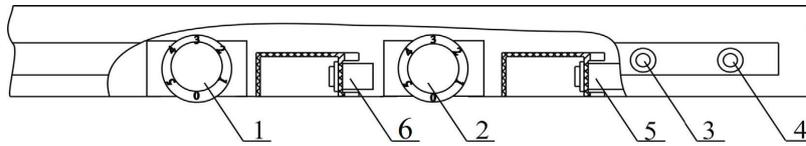

Рис. 2 Схема расположения приборов управления и индикации
6.1 Включение и отключение холодильника производится штепсельной вилкой сетевого шнура (не рекомендуется тянуть за сетевой шнур). Загоревшаяся зеленая лампа 4 (рис.2) на панели свидетельствует о том, что холодильник включен в электросеть. Индикаторная лампа загорается в течение 10 секунд. Повторное включение холодильника в электросеть следует производить не ранее чем через пять минут после его принудительного отключения.
6.2 Температурный режим в камерах устанавливается путем поворота ручек терморегуляторов, расположенных на передней панели холодильника-морозильника (рис.2), где:
После загрузки продуктами для замораживания переведите переключатель 5 (рис.2) в режим замораживания. При этом на панели загорается индикаторная лампа 3 (рис.2). Через 24 часа после загрузки последней партии продуктов переведите холодильник-морозильник в режим хранения, нажав клавишу переключателя 5 (рис.2) «на себя», при этом индикаторная лампа 3 (рис.2) гаснет.